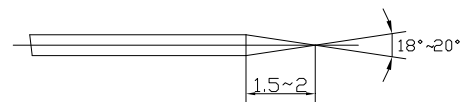

图 7、带刀的刃磨
- (2)、若将手柄扳动并使拖板到达最里面位置时，尚不能磨刀，则应调整拖板固定轴上两个定位套的位置，即用十字螺钉旋具拧松里外两个定位套上的锁紧螺钉，适当向里（或向外）调整其位置，使拖板至合适的位置。最后用锁紧螺钉锁住拖板座。
(3)、带刀刃口的楔角以  $18^{\circ} \sim 20^{\circ}$ ，且左右对称，刀刃在刀片中间为宜，楔角的长度（砂轮与带刀的接触部位）长约  $1.5 \sim 2\text{mm}$  为宜（见图 7）。左右砂轮磨刀时产生的火花均匀对称，说明磨刀正常。这个角度是很重要的，它能使带刀获得锋利的效果。